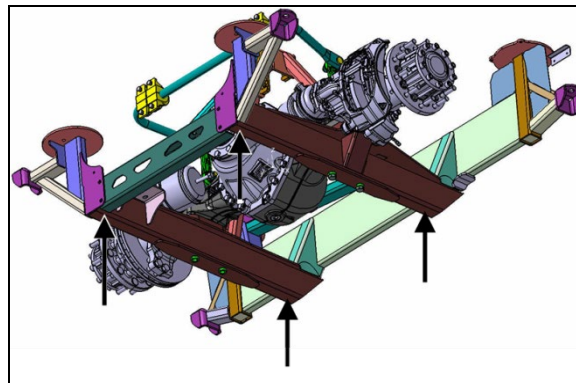

FIGURE 13: SOUTENIR LE CHÂSSIS AUXILIAIRE D'ESSIEU AUX QUATRE EMBLEMENTS ILLUSTRÉS
8. Poser les chandelles sous le châssis auxiliaire de l'essieu moteur aux quatre emplacements illustrés à la FIGURE 13.